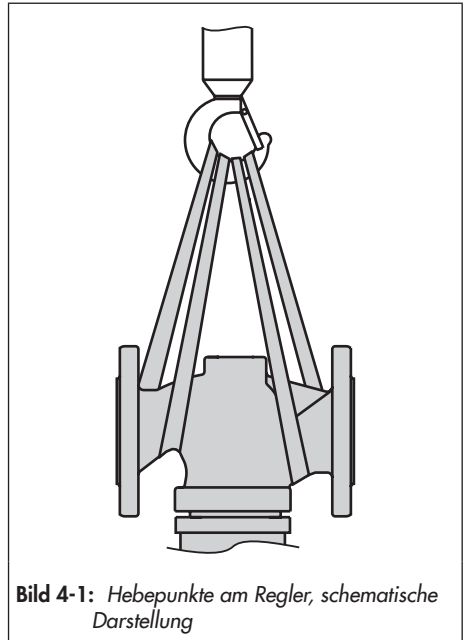

Bild 4-1: Hebepunkte am Regler, schematische Darstellung
- Als Tragmittel einen Haken mit Sicherheitsverschluss verwenden, damit die Anschlagmittel beim Heben und Transportieren nicht vom Haken rutschen können, vgl. Bild 4-1.
Krans oder Gabelstaplers anschlagen, vgl. Bild 4-1.